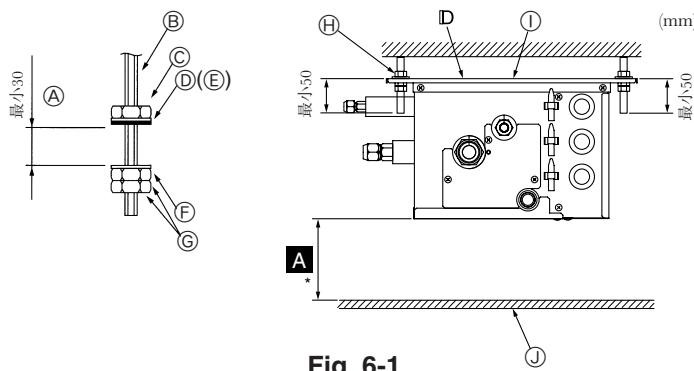

Fig. 6-1
- (2) 将垫圈与螺母（①, ②, 当地购买）装配至悬吊螺栓。（Fig. 6-1）
- (3) 将机组吊挂在悬吊螺栓上。
- (4) 将螺母完全紧固（检查天花板高度）。
- (5) 使用水平仪将分线盒调整到水平。